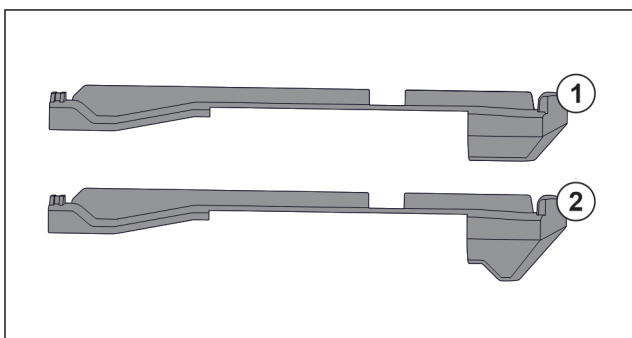

Fig. 62 Confronto degli elementi inseribili
Nell'apparecchiatura si trovano due diversi elementi inseribili. L'elemento inseribile sopra il cassetto più in basso Fig. 62 (2) presenta un bordo triangolare. Tutti gli altri elementi inseribili Fig. 62 (1) dispongono di un bordo diritto.
- Applicare l'elemento inseribile Fig. 62 (2) con il bordo triangolare sopra il cassetto più in basso.
- Applicare l'elemento inseribile Fig. 62 (1) con il bordo diritto su tutti gli altri punti.